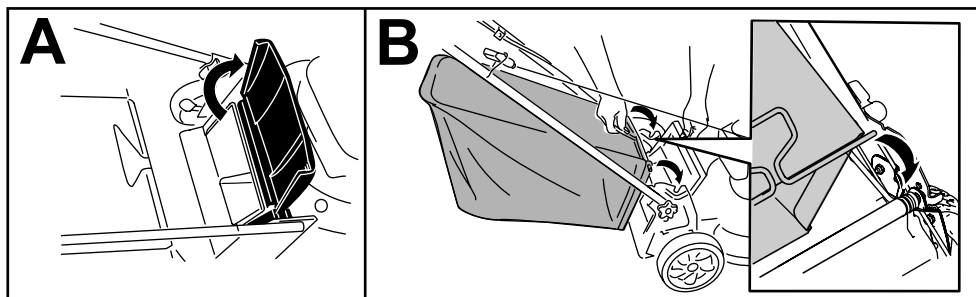

Рисунок 16
1. Поднимите и удерживайте в поднятом положении задний дефлектор (вид А на Рисунок 16).
2. Установите травосборник и убедитесь в том, что стержни травосборника вошли в пазы на рукоятке (вид В на Рисунок 16).
Примечание: Если травосборник находится на машине, снимите его, прежде чем осуществлять задний выброс скошенной травы; см. раздел Демонтаж травосборника \(страница 13\). Рычаг включения сбора травы в травосборник должен быть в положении режима СБОР В ТРАВΟΣБОРНИК, как показано на Рисунок 16.